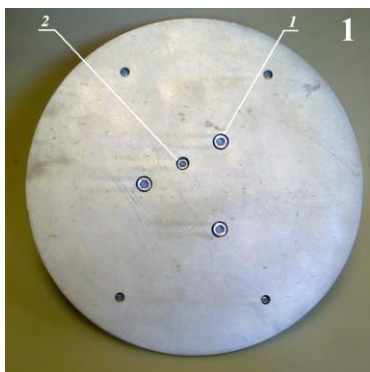

Рисунок 4.3
1) Положить ПДН на стол нагрузочной плитой вверх (рис.4.3). Отвернуть три болта (1) которые крепят датчик силы к нагрузочной плите. Придерживая датчик силы отвернуть монтажный болт* (2). Осторожно, чтобы не повредить кабель акселерометра, повернуть датчик силы на 90 градусов относительно нагрузочной плиты.